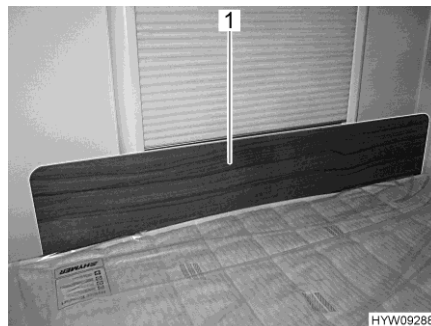

Fig. 78 Cache de protection/protection antichute
- Placer le cache de protection (Fig. 78,1) devant la fenêtre entre le matelas et le cadre de la fenêtre. Le matelas maintient le cache de protection dans sa position devant le cadre de la fenêtre.